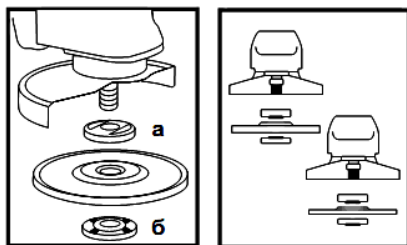

Рисунок 2
**4.4** Установите на изделие шлифовальный либо отрезной диск. Для этого нажмите на кнопку фиксации шпинделя (1) и проверните шпиндель до такого положения, при котором он зафиксируется. С помощью вилочного ключа из комплекта изделия отверните и снимите зажимную гайку (б) (смотрите рисунок 2). Установите шлифовальный диск на посадочное место фланцевой шайбы (а) (рисунок 2), наживите рукой зажимную гайку на шпиндель и затяните ее ключом из комплекта изделия.